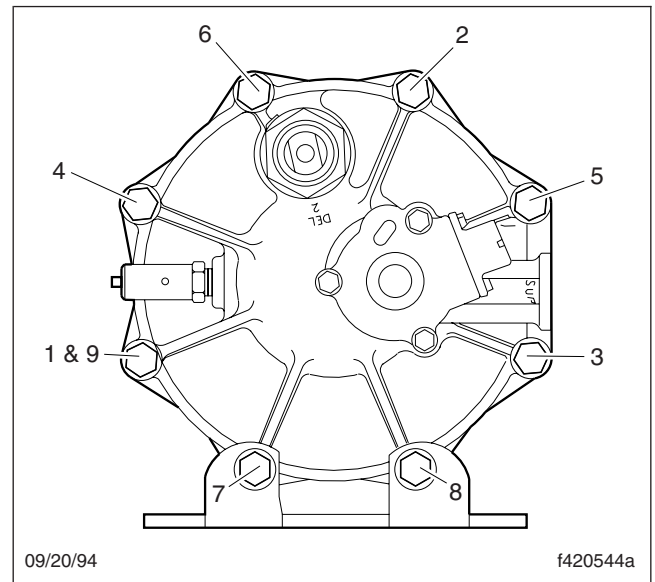

Figura 2, Secuencia de apriete de la tapa de extremo a la cubierta del AD-9
16. Instale los 6 pernos, las 12 arandelas, y 6 tuercas Nylok nuevas. Apriete las tuercas Nylok en una secuencia cruzada a un valor de 17 a 24 lbf·ft (23 a 33 N·m). Vea la **Figura 2**.